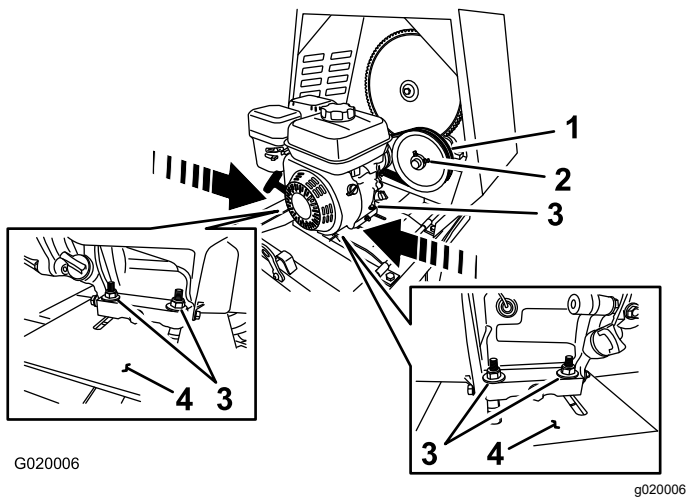

Figura 65
- Afloje los pernos y las tuercas que sujetan el motor a la chapa del motor (Figura 65).
- **Para aumentar la holgura** – aleje el motor de la polea tensora (Figura 65).
- **Para reducir la holgura** – acerque el motor a la polea tensora (Figura 65).